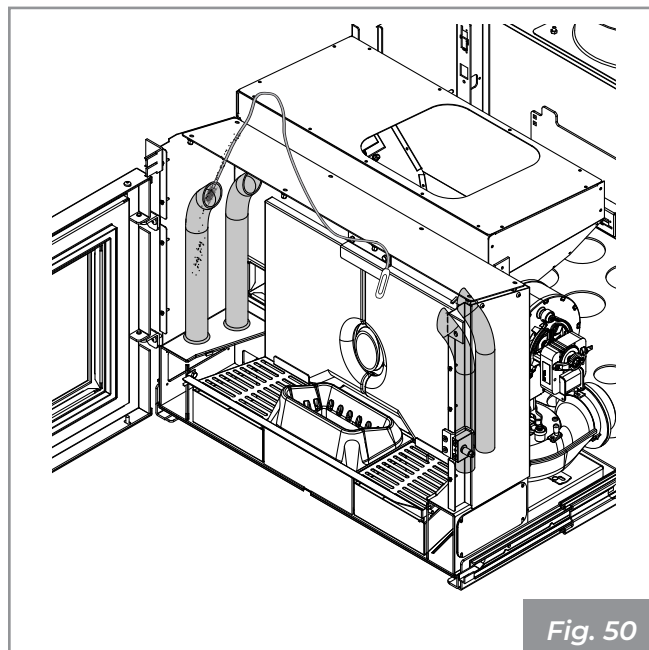

Fig. 50
- Utilizzare una spazzola con laccio flessibile per pulire i tubi di scambio presenti nella camera di combustione ( **Fig. 50** )